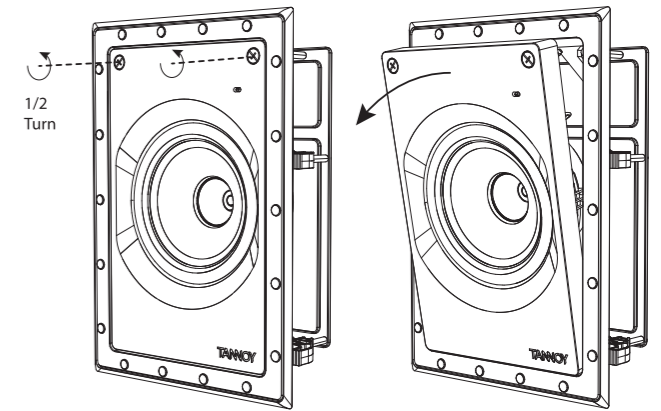

Fig. 4. Removing the Loudspeaker Assembly from the Frame
1. L'ensemble déflecteur de haut-parleur est expédié à l'intérieur du cadre et doit être retiré comme suit: Desserrez les deux vis de moins d'un demi-tour, puis inclinez l'ensemble hors du cadre (Fig. 4). Conservez-le dans un endroit sec et sûr jusqu'à ce qu'il soit prêt à être installé.